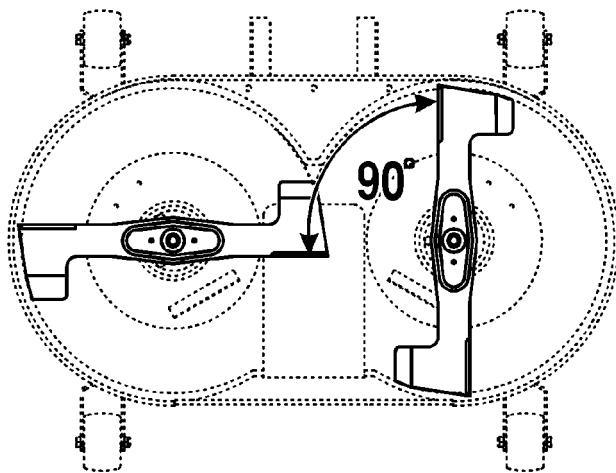

Abbildung 40
2. Die Schnittmesser in einem Winkel von 90° zueinander anbringen (Abb. 40).